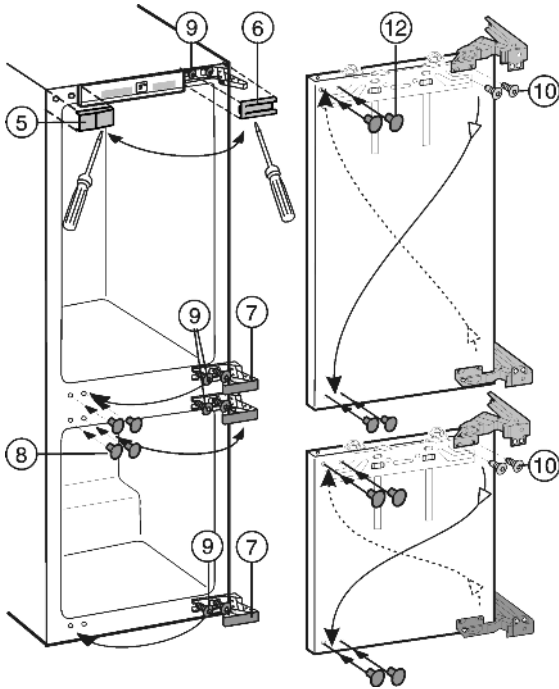

Fig. 4
- Soulever les caches Fig. 4 (5,6,7,8) avec un tournevis pour vis à fentes.
- Seulement desserrer les vis Fig. 4 (9) vis en haut et en bas au corps de l'appareil.
- Intervertir les vis Fig. 4 (9) sur le côté opposé et les visser provisoirement.
- Dévisser les vis Fig. 4 (10) et retourner la charnière en diagonale.
Les vis Fig. 4 (10) sont auto-taraudantes : Utiliser le tourne vis à accu.
- Fermer les anciens trous de fixation avec les bouchons Fig. 4 (12).
- Mettre les portes dans les vis Fig. 4 (9) pré-montées et les visser avec un couple de serrage de 4 Nm.